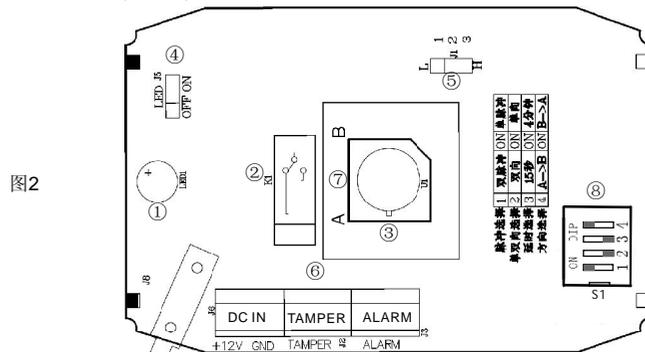

图2
(如图2)
打开外盖, 查看PCB板上的A、B贴纸(如图2⑦所示)